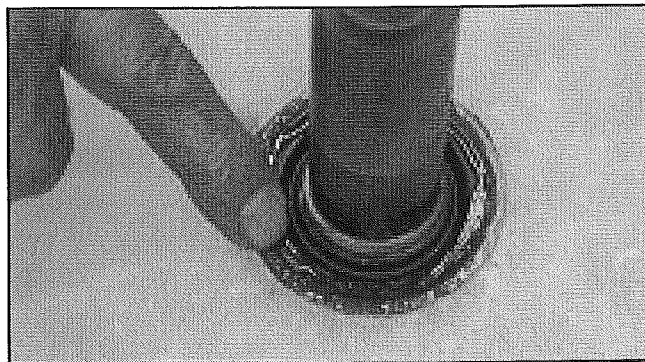

FIGURE 19
31. Pousser le joint de cuve à sa place à l'aide de la presse à joint. L'enfoncer au marteau jusqu'à ce qu'il arrive en butée. Ajouter un filet d'adhésif Pliobond au bord supérieur du joint et de la cuve (l'étaler avec le doigt). Voir Figure 19.